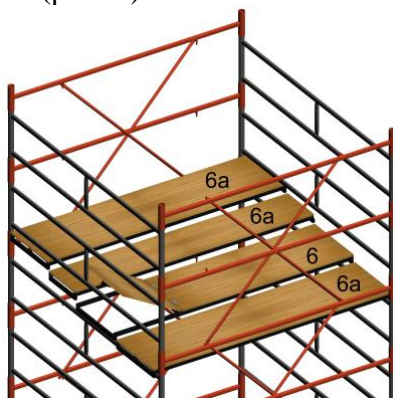

Рис.3
- 3.10. Настилы (6, 6а) устанавливаются на верхние перекладины лестниц предпоследней секции (рис. 3).